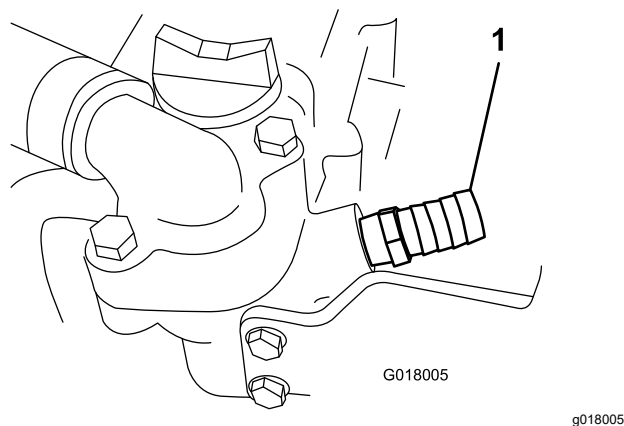

Figura 32
2. Posizionate una bacinella di spurgo. Rimuovete il tappo sotto e davanti all'alloggiamento del termostato, applicate del sigillante per tubi ai filetti nel raccordo diritto ($\frac{5}{8}$ ") e installate sull'unità (Figura 32).